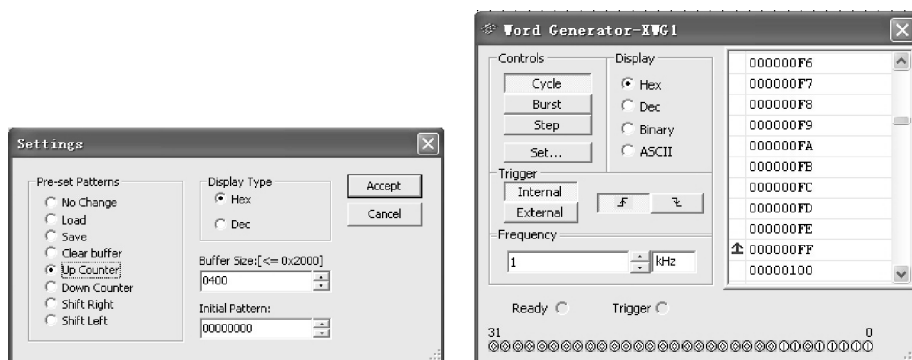

图 6-69 数字信号发生器的设置
(1) 搭建如图 6-68 所示的仿真电路,数字信号发生器的设置按图 6-69 设置。